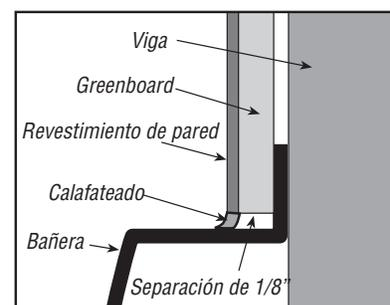

Figura 4
- 4** Si está instalando uno de nuestros juegos de paredes, prosiga con las instrucciones de "Instalación de Juego de Pared" a continuación. Al instalar una pared resistente a la humedad con revestimiento, deje una separación de 1/8" entre el borde de la bañera y el material de la pared para evitar la probabilidad de que el agua llegue a la pared. Cuando termine con la pared, selle este espacio con calafateado (Figura 4).